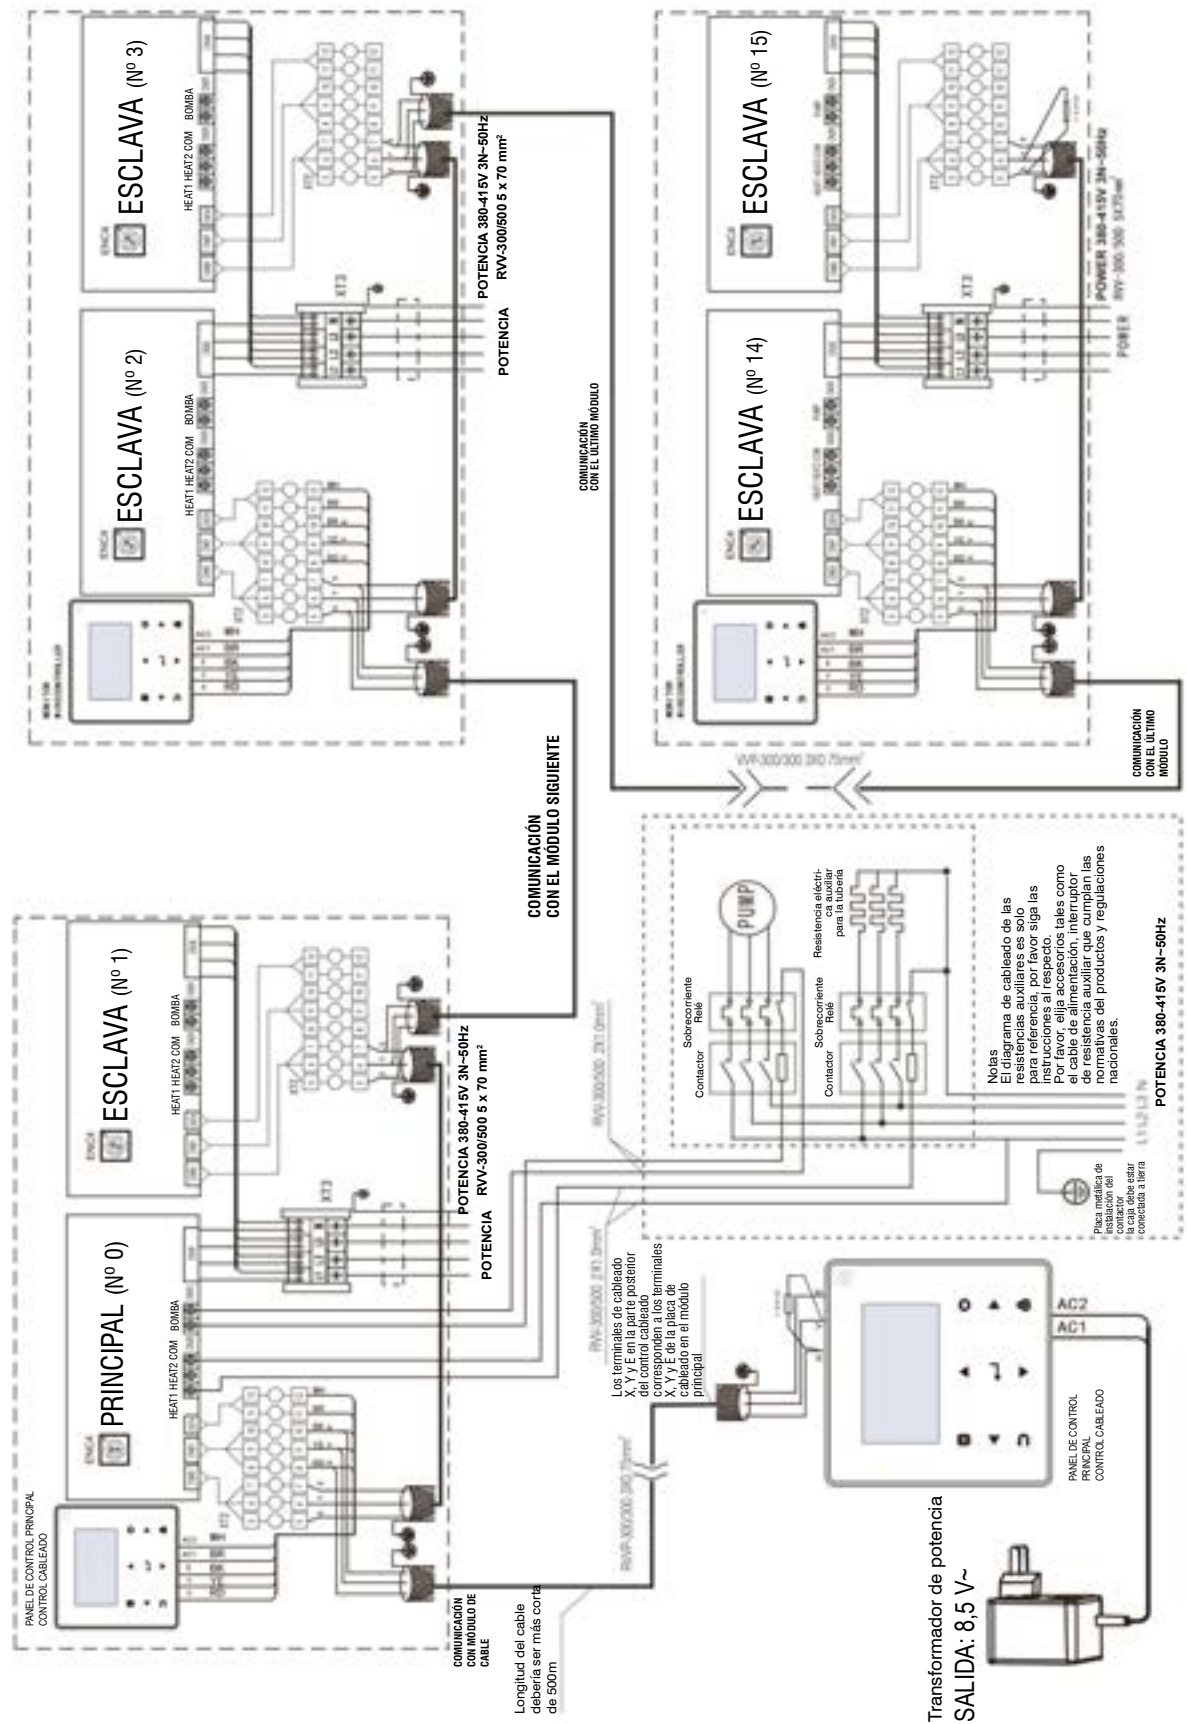

Fig. 8-28 Esquema de comunicación en red de la unidad máster y las unidades esclavas para MUENR-180-H12T / MUENR-180-H12T(K).
- La tubería de entrada del equipo debe contar con un interruptor de flujo como protección de parada ante falta de caudal en la unidad. Ambos extremos del interruptor de flujo deben estar provistos de secciones de tubería rectas horizontales con un diámetro 5 veces mayor al de la tubería de entrada. El interruptor de flujo se debe instalar estrictamente según la "Guía de instalación y ajuste del interruptor de flujo" (Fig.8-28, 8-29). Los cables del interruptor de flujo se deben tender a la caja eléctrica mediante un cable apantallado (consulte "Esquema eléctrico" para más detalles). La presión de trabajo del interruptor de flujo es 1.0MPa, y su interferencia es de 1 pulgada de diámetro. Después de instalar las tuberías, el interruptor de flujo se ajustará correctamente teniendo en cuenta el caudal de agua de la unidad.